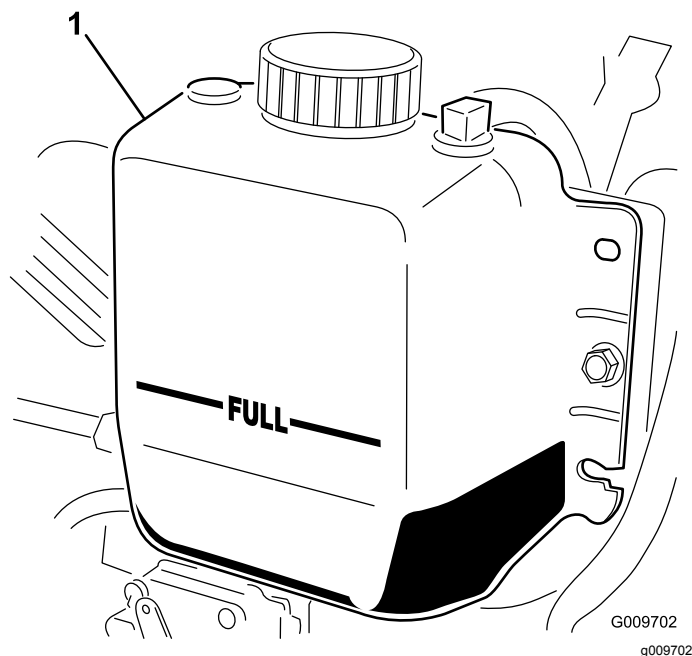

図 89
3. ラジエーター内部の液量を点検する。ラジエーターは補給口の首の部分まで、補助タンクはFULLマークまであれば適正です 図 89。